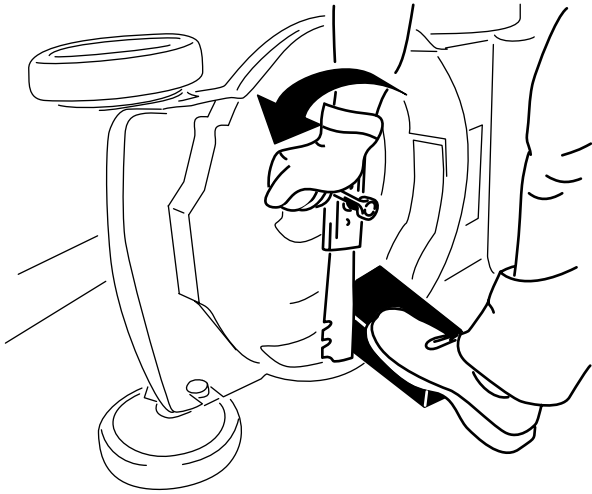

Figure 28
3. Immobilisez la lame avec un morceau de bois (Figure 28).
4. Déposez la lame mais conservez les fixations (Figure 28).